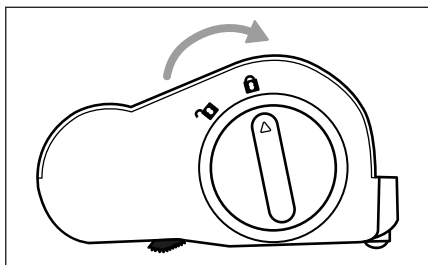

Fig. 25
- 5) Sæt børsterullen **19** ind i gulvbørsten **20** og drej oplåsningen til børsteholderen **18** i retning af symbolet **2** (luk) (se fig. 25).